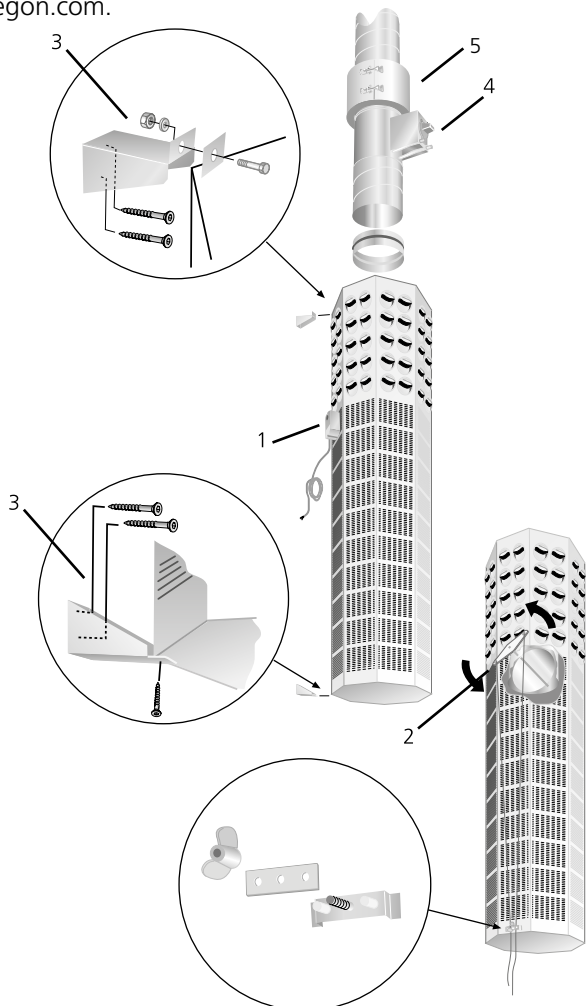

Figure 1. Installation.
La partie diffuseur et la partie perforée sont séparées par un registre. Celui-ci est commandé par un moteur électrique (1) ou une commande manuelle (2). Voir figure 1.
CRM1. Appareil de mesure réglable (4) pour l'équilibrage du volume d'air. Voir figure 1.
FSR. Collier de fixation (5) en acier galvanisé, simplifiant l'installation et le démontage des diffuseurs. Voir figure 1.
Des consoles de support (3) sont fournies avec l'appareil. Elles sont fixées au mur et au diffuseur BOC. Voir figure 1.
Le débit d'air est équilibré avec l'appareil de mesure réglable (4) placé dans la gaine en amont du diffuseur BOC. Voir figure 1.